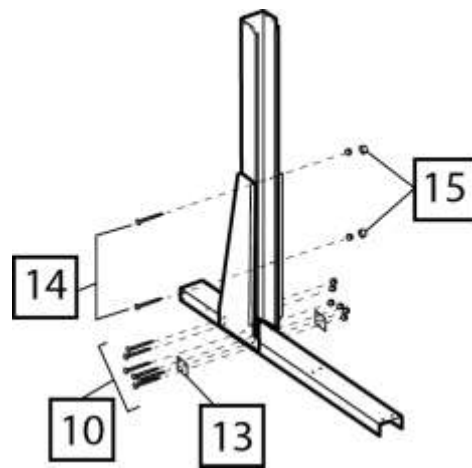

fig. 6
**D)** Centre todos los agujeros con el fin de colocar los tornillos correspondientes de un lado al otro del módulo, fig. 6. Es **muy importante** colocar la placa de refuerzo (13) en su posición correcta y a ambos lados del módulo, para reforzar el conjunto, fig. 6.